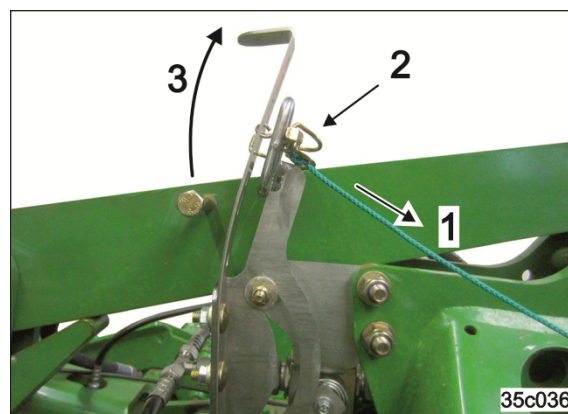

Fig. 141
1. Acționați cablul de tragere și trageți urechea cablului prin culisă (Fig. 141/1).
2. Blocați urechea cablului cu șplintul (Fig. 141/2).
3. Cârligul de acționare este fixat în poziția anterioară și nu este prins prin șurubul de acționare (Fig. 141/3).